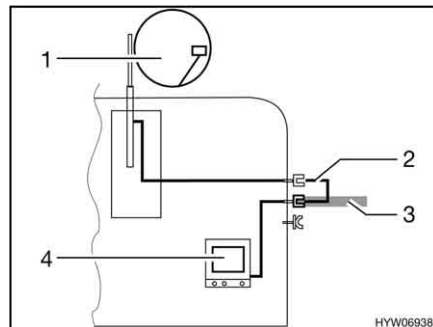

Fig. 191 TV nel veicolo
- TV nel veicolo (Fig. 191,4): Collegamento all'antenna del tetto (Fig. 191,1) con cavo di collegamento (Fig. 191,2)
- TV nel veicolo (Fig. 191,4): Collegamento a antenna esterna (Fig. 191,3)